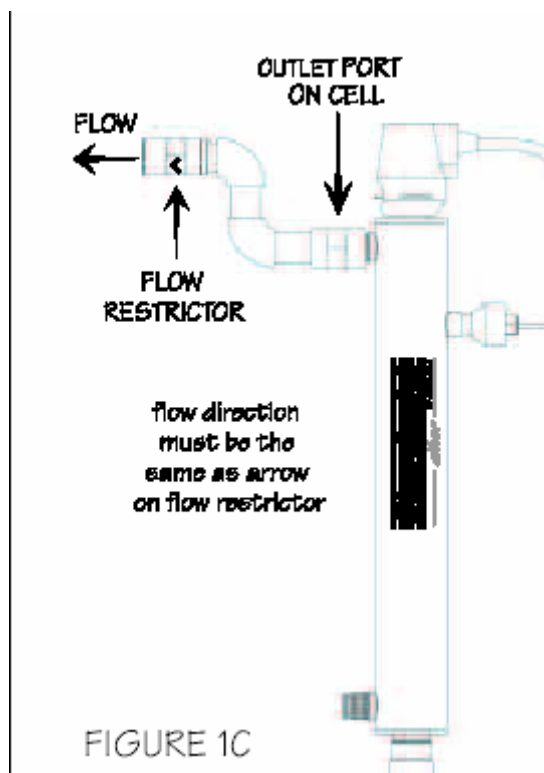

Bild 3
3. Montera UV-systemet på väggen – använd medföljande fästeanordning. Det är aldrig fel att montera dit en flödesregulator så att maxflöde inte överstigs. Flödesregulatorn monteras då på utgående från UV-systemet, se bild 3